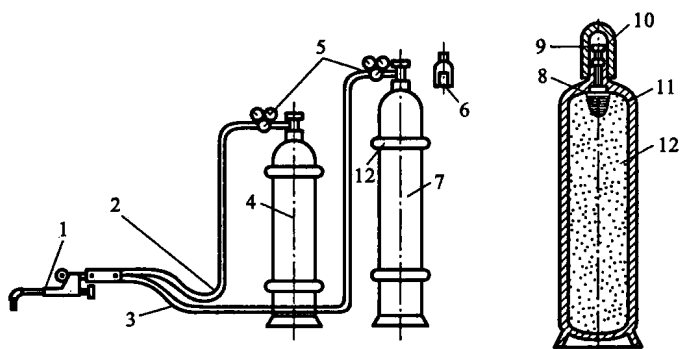

图 4-3 气焊设备及管道系统
5. 图 4-3 所示为气焊设备及管道系统,请在表 4-2 中按序号填入图中各装置的名称并简述其用途。